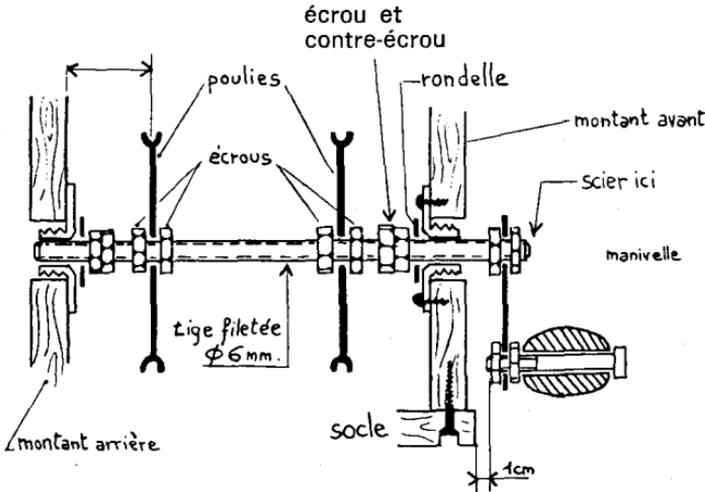

Fig. 25. — Montant axe manivelle.
* Enfiler l'axe par le montant avant (fig. 25) ; y glisser :
* A l'extérieur, bloquer le bras de manivelle, puis la manivelle, elle doit passer à 1 cm du bâti. Scier le bout d'arbre dépassant la manivelle (fig. 25).